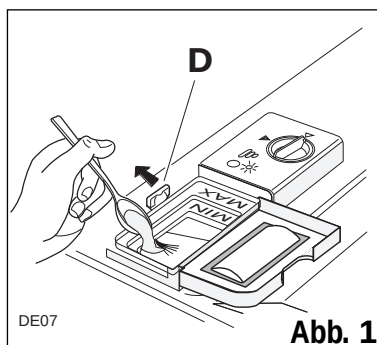

Abb. 1
**1.** Falls der Deckel verschlossen ist: Verschlußhebel (D) nach vorne drücken. Der Deckel springt auf.
2. Reiniger in den Behälter für Reinigungsmittel füllen. Als Dosierhilfe dienen die Markierungslinien. "MIN" entspricht ca. 15 ml, "MAX" entspricht ca. 30 ml Reiniger. Da der Wirksamkeit der verschiedenen Reiniger unterschiedlich sein kann, beachten Sie bitte insbesondere auch die Dosierempfehlung der jeweiligen Reiniger-Hersteller. (Abb. 1)